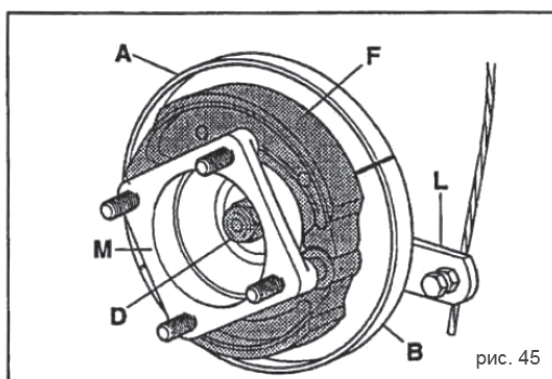

рис. 45
- 2) Снимите держащую ступицу колеса **M** (Рис.45) путём откручивания центральной гайки **D**. Ударьте пластиковым молотком по самой гайке, чтобы освободить ее от конической соединительной муфты.
- 4) Осуществите монтаж двух полудисковых тормозных башмаков **A** и **B** (Рис.45) путём закрепления их с помощью четырёх винтов. Открытый рычаг дисков **L** должен находиться в горизонтальном положении.